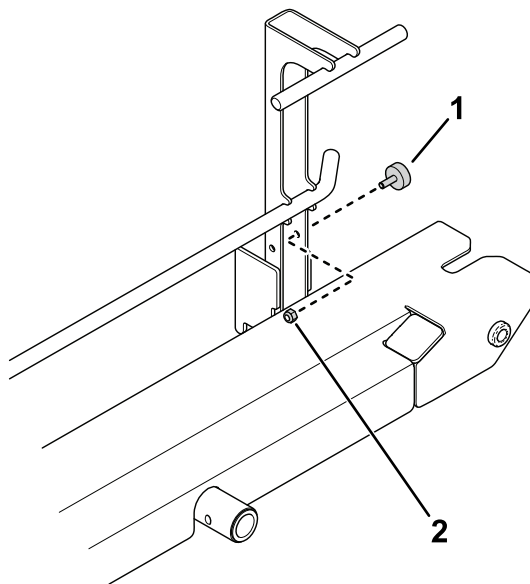

図11
3. ナット1/4"を使用してバンパーをランプアセンブリに取り付ける図11。